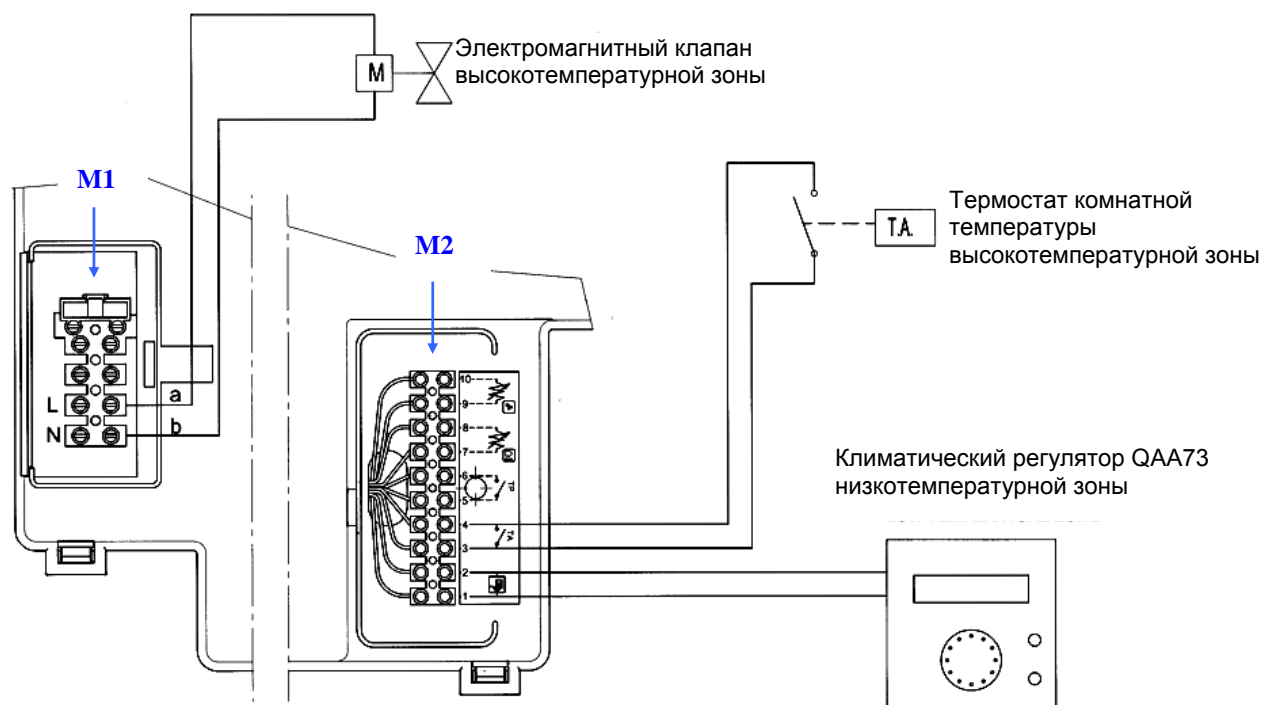

Рис. 5
- Климатический регулятор QAA73 должен быть подключен к клеммам 1-2 клеммной колодки M2 (см. рис.5).
- Климатический регулятор QAA73 должен быть подключен к клеммам 1-2 клеммной колодки М2 (см. рис.5).
Убедитесь, что между контактами 1-2 и 3-4 клеммной колодки М2 есть перемычка (см. рис. 5).